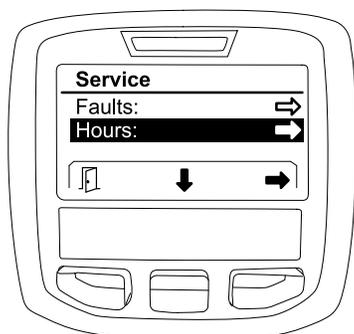

Рисунок 28
- Используйте среднюю кнопку выбора, чтобы перейти к опции HOURS (МОТОЧАСЫ) (Рисунок 28).